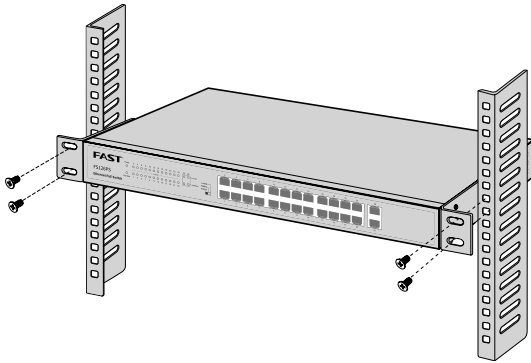

图3-3 交换机机架安装示意图
3. 然后再用螺丝钉把交换机固定在放置交换机的机架上，如图3.3所示。